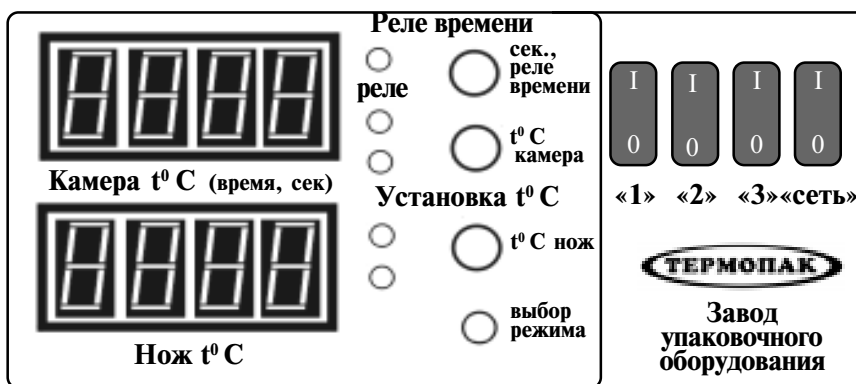

Рис. 2. Пульт управления ТПЦ-550 (эл. задатчик).
7. Включить тумблер «сеть» (рис. 2) на панели блока управления. При этом должен загореться индикатор внутри тумблера и индикаторы двухдисплейного терморегулятора и заработать электродвигатель 8 циркуляционного вентилятора. Цифровые шкалы терморегулятора отображают текущий тепловой режим термоножа (нижняя шкала) и воздуха в камере (верхняя шкала) (рис. 2).
9. Установить рабочую температуру термоножа и термокамеры 2, для чего, нажимая на кнопку «выбор режима» на панели терморегулятора 4, включают режим установки теплового режима (загораются светодиодные индикаторы «установка  $t^0$  С»), и вращая ручки потенциометров, добиваются соответствующих показаний на шкалах прибора (рис. 2).
6. *Примечание.* Формирование блоков упаковки из ПЭТ-бутылок и т. п. без использования коробок или подложек рекомендуется осуществлять следующим образом (см. прил.1, рис.2):
1. Выключить тумблеры «1» и «3» (рис. 2).
3. По остывании камеры до 500 – 700 С выключить тумблеры «2» и «сеть» (рис.2).
Паковка изделий с использованием подложки. Рис. 2